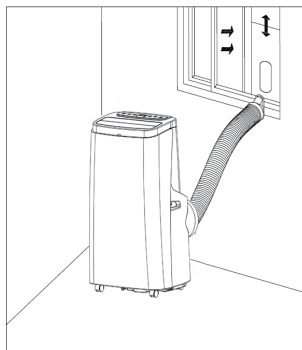
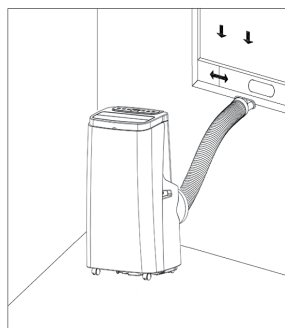

Figure 5
Figure 6
- Allongez le tuyau d'échappement et enfoncez l'extrémité plate des raccords d'échappement dans le trou de l'ensemble de la plaque d'étanchéité de la fenêtre (comme l'illustre la Figure 5 et la Figure 6).